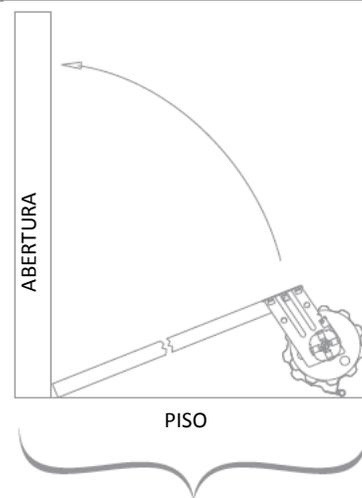

FIGURA 6
- Levantar o conjunto da porta uniformemente, girando em torno da parte de baixo dos guias. **Ver a Figura 6.**